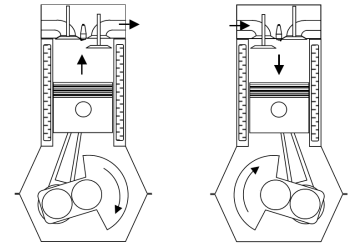

Figure 4
- les moteurs à quatre temps (figure 4), dont la respiration s'opère par ouverture adéquate de deux soupapes ou deux ensembles de soupapes, servant respectivement à l'évacuation des gaz brûlés (soupape(s) d'échappement) et au remplissage en charge fraîche (soupape(s) d'admission)